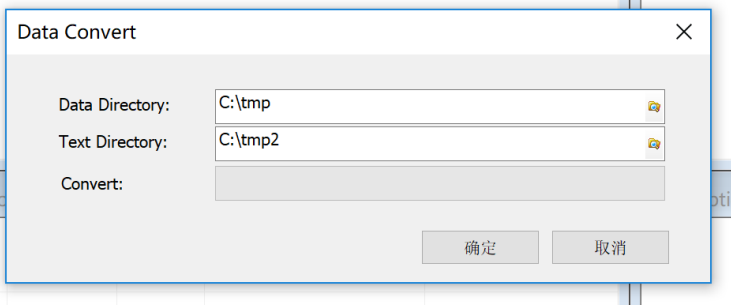

图 15
- 7.2.2 运行 Windows SA 程序，选择程序菜单->"Tools"->"Data Convert"，如图 15。